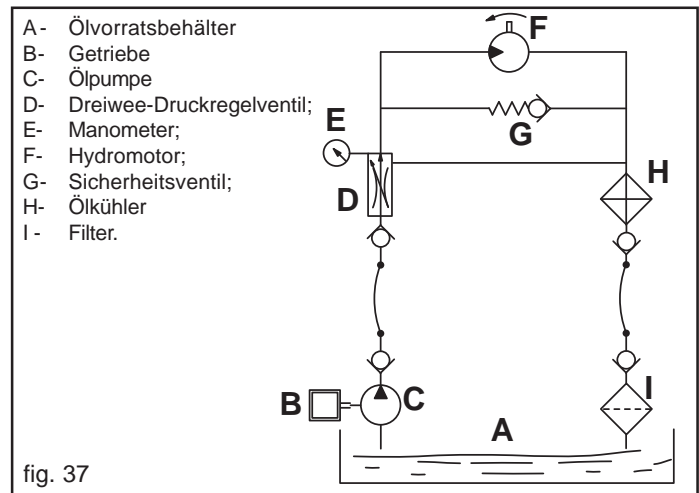

fig. 37
- Ölversorgung: Die Angaben in Übersichtszeichnung von Abb. 37 beachten.